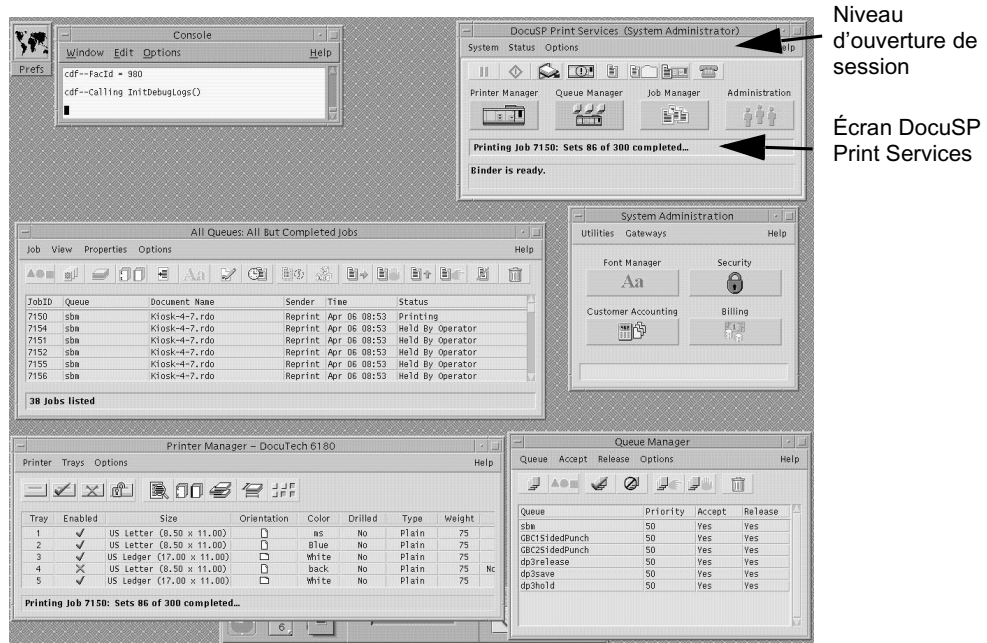

Figure 1-1: Écran 61XX
- a) Affichez l'écran DocuSP Print Services (Services d'impression DocuSP), voir Figure 1-1.